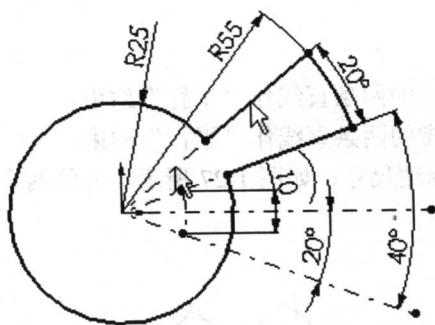

图 1-20 草图
- (1) 单击标准工具栏上的“新建”图标按钮→“零件”→“确定”。
- (2) 生成草图 1。在特征管理器中单击上视基准面，用“圆”、“直线”、“中心线”、“圆心/起/终点画弧”、“构造几何线”和“智能尺寸”绘制出如图 1-20 所示的草图。并将图中箭头所指的两条直线作“共线”约束。